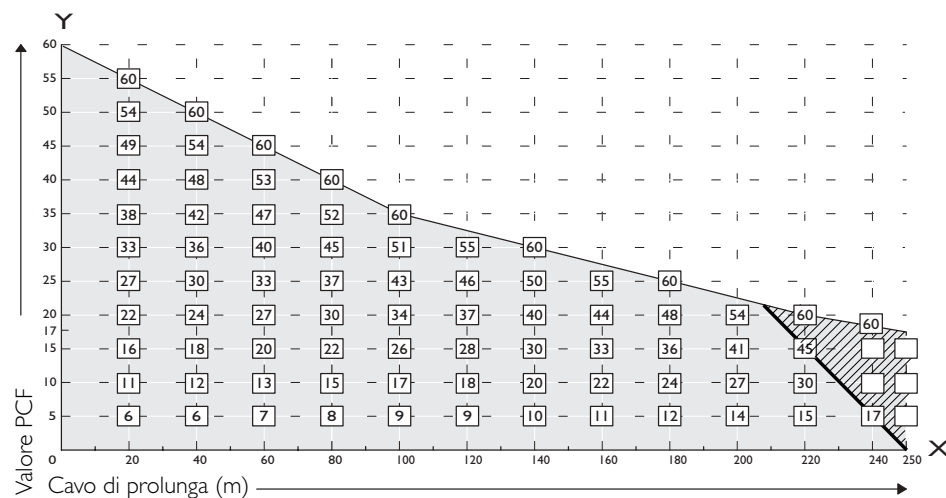

FIG. 10-10 Grafico per il calcolo del valore PCF di un sistema, inclusa correzione della lunghezza dei cavi di prolunga
- Utilizzare la tabella PCF (Tabella 10-1) e il grafico (FIG. 10-10) per calcolare il valore PCF per il sistema. Se il valore PCF è superiore a 60 sarà necessario utilizzare più di una presa di linea per la CCU.
1. Utilizzando il grafico (FIG. 10-10), verificare per ogni presa CCU che il punto di incrocio calcolato in base alla lunghezza del cavo di prolunga e al valore PCF rientri nei limiti di sistema approvati. I limiti di sistema approvati sono definiti dall'area ombreggiata in grigio del grafico.
2. Utilizzando i dati ottenuti nella fase 1 (valore PCF e lunghezza del cavo di prolunga), utilizzare il grafico di correzione cavi (FIG. 10-10) per calcolare il valore PCF delle relative prese di linea. I valori PCF corretti sono indicati nei piccoli riquadri bianchi. A questo punto sommare il valore PCF per ogni linea. Questo totale corrisponde al valore PCF del sistema.
1. Utilizzando il grafico illustrato (FIG. 10-10), verificare che ogni linea utilizzata rientri nei limiti di sistema approvati (ovvero nell'area ombreggiata in grigio).
2. Utilizzando il grafico di correzione cavi di prolunga PCF (FIG. 10-10), localizzare il valore PCF sull'asse Y, per stabilire il numero di unità che devono essere collegate alla linea. Sull'asse X, localizzare la lunghezza del cavo di prolunga necessario. Utilizzando procedure di lettura grafici standard, unire i due punti per ottenere il valore PCF comprensivo di correzione della lunghezza. L'effettivo valore PCF è riportato nei piccoli riquadri ombreggiati.
La FIG. 10-12, in combinazione con il grafico PCF (FIG. 10-10), illustra alcuni esempi del metodo utilizzato per calcolare il valore PCF di una singola presa di linea. Sulla base di questi esempi è possibile calcolare il valore PCF di tutte e tre le prese di linea di una CCU.